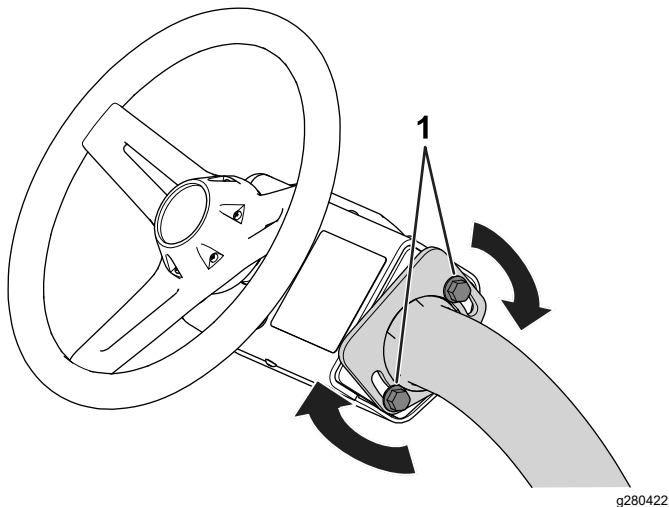

Figure 29
1. Desserrez les boulons (Figure 29) qui fixent le volant au bras de direction.
3. Resserrez les boulons (Figure 29) pour bloquer le volant à la position choisie.